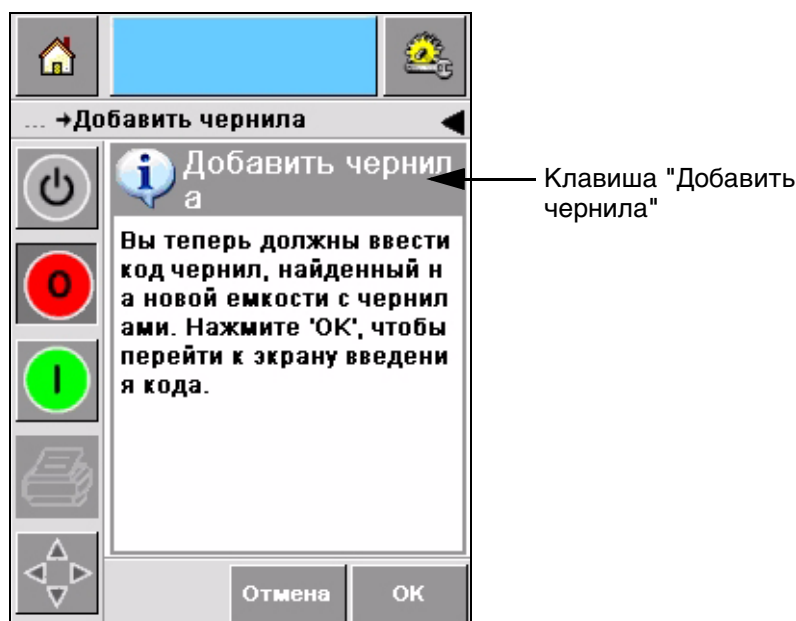
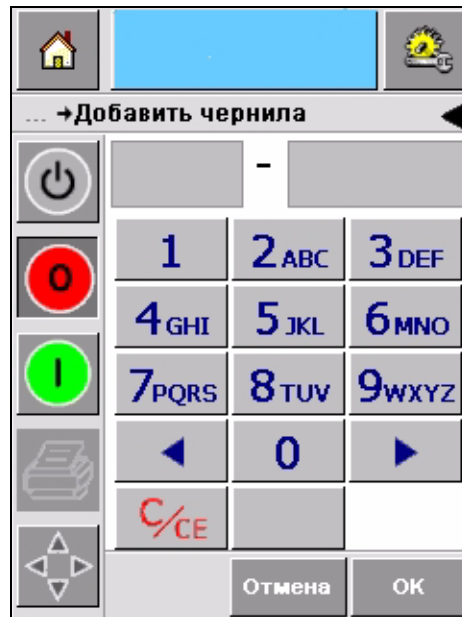

Рисунок 4-8: Экран расходных материалов
Рисунок 4-9: Экран Добавить чернила
- 1 Нажмите на область *Расходные материалы* на *Главной странице* (Рисунок 4-7 на странице 4-7). На дисплее появится страница *Расходные материалы* (Рисунок 4-8).
- 2 Нажмите клавишу *Добавить чернила* (Рисунок 4-8), чтобы перейти на страницу *Добавить чернила* (Рисунок 4-9 на странице 4-9).